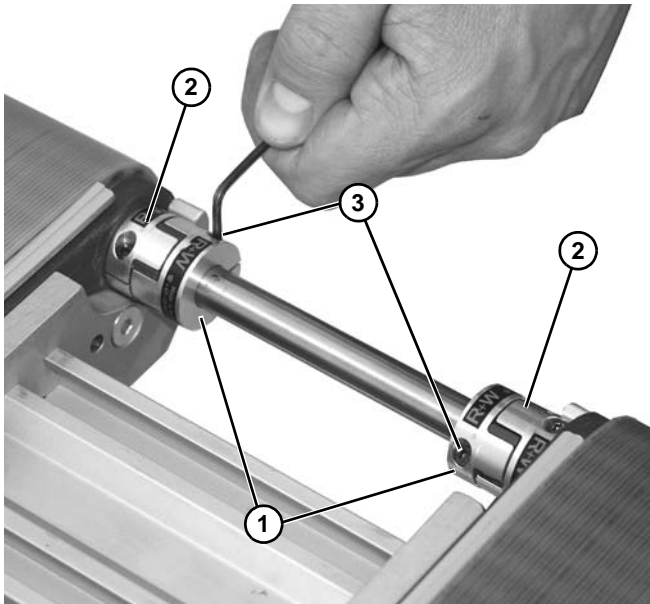

Figura 29
10. Deslice e inserte ambos extremos de la parte interior del acoplamiento de 3 mordazas (**Figura 29, artículo 1**) en la superficie de contacto del acoplamiento de 3 mordazas externo (**Figura 29, artículo 2**) y sujételos con los tornillos fijadores (**Figura 29, artículo 3**). Apriete los tornillos a 2 Nm.